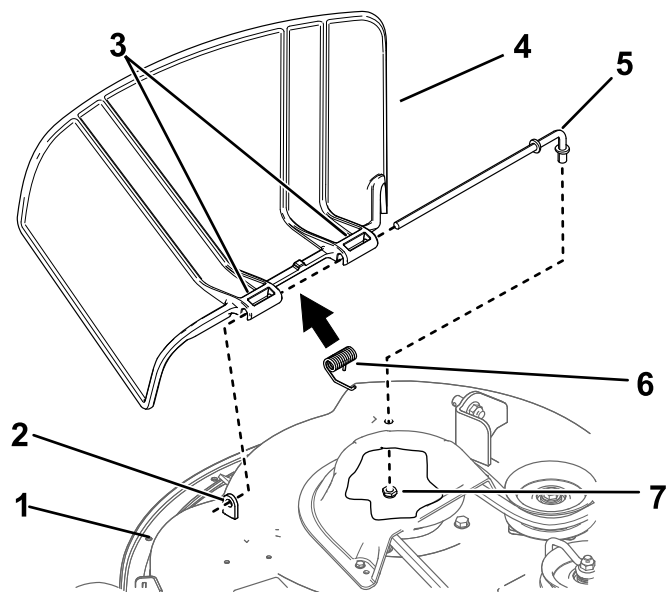

Figure 66
2. Sortez la tige de la courte cheville de positionnement, du ressort et du déflecteur d'herbe (Figure 66).
4. Montez le nouveau déflecteur d'herbe (Figure 66).
7. Insérez la tige dans le deuxième support du déflecteur d'herbe (Figure 66).
9. Fixez l'extrémité arrière de la tige dans le tablier de coupe à l'aide d'un écrou (3/8 po), comme montré à la Figure 66.
1. Retirez l'écrou (3/8 po) de la tige, sous le tablier de coupe (Figure 66).